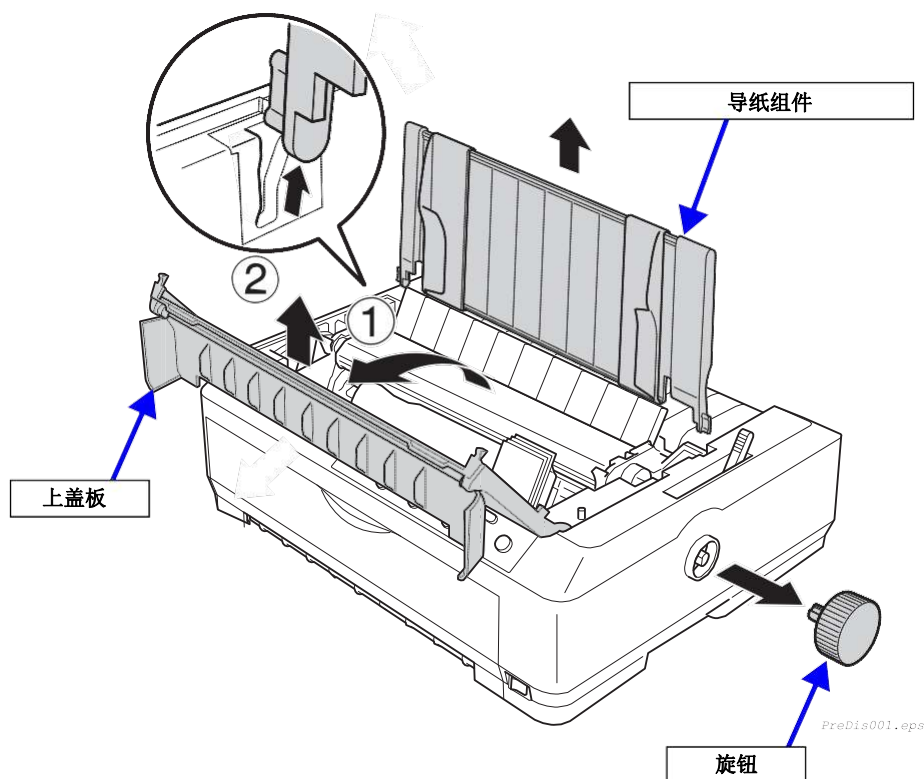

图 4-2. 预拆卸
- 导纸组件。(参见图4-2)
- 上盖板。(参见图4-2)
- 旋钮。(参见图4-2)